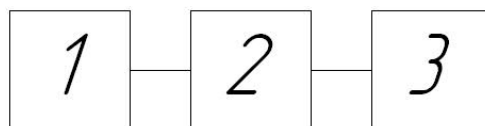

Рис. 2. Схема измерений.
3.2. Собрать схему измерения (рис.2).